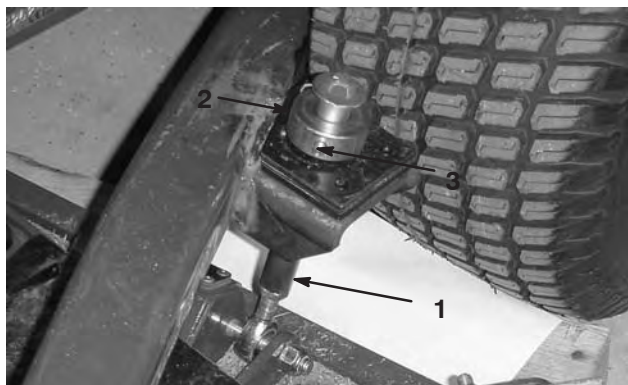

Bild 8
5. Nehmen Sie den Lastösenbolzen und den Splint ab, mit denen der Schnitthöhenstellring hinten am Mähwerk an der Schnitthöhenstange befestigt ist (Bild 8).